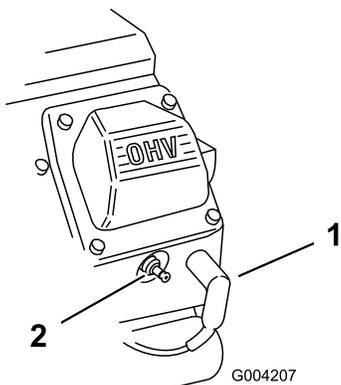

Рисунок 25
2. Снимите провода со свечей зажигания (Рисунок 25).
3. Наденьте провода на свечи зажигания (Рисунок 25).